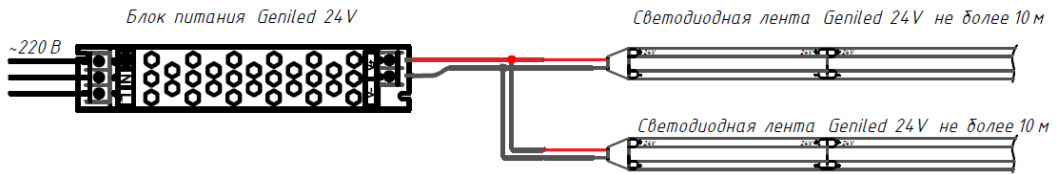

Рисунок 6.
- 5.6. Если необходимо подключить более 10 метров ленты, то необходимо выполнить параллельное подключение дополнительной ленты к блоку питания (см. рисунок 6). Либо подключите ленту с двух сторон к блоку питания («кольцевание»)